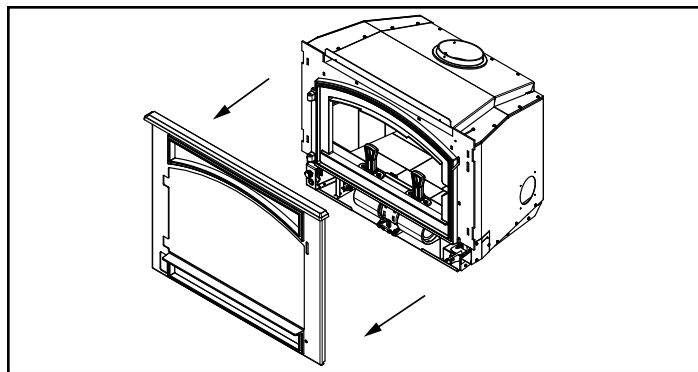

Figure 20.3
3. Retirez l'avant en soulevant puis en le détachant de l'appareil, mettez-le de côté sur une surface de protection (**Figure 20.3**).
2. Soulevez l'ensemble de l'encadrement en avant de l'appareil (Figure 20.3 à la page 20).